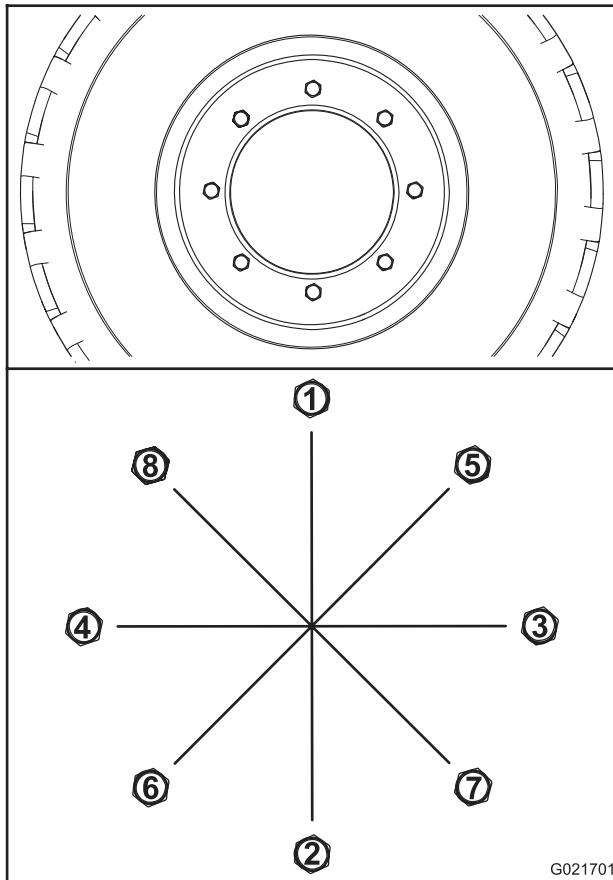

Figura 64
- Apriete todas las tuercas de las ruedas a 100 N·m en la secuencia indicada en la Figura 64.
- Apriete todas las tuercas de las ruedas a 200 N·m en la secuencia indicada en la Figura 64.
- Apriete todas las tuercas de las ruedas a 300 N·m en la secuencia indicada en la Figura 64.